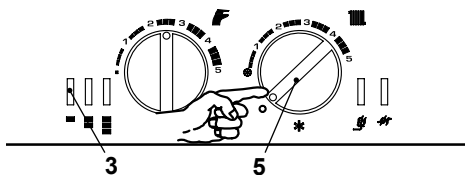

Figura 6.5
- Spegnerla caldaia portando il selettore di funzione 5 sulla posizione "O" come in Figura 6.5.